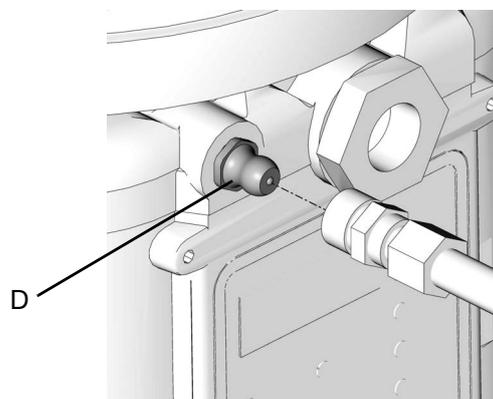

FIG. 12
- Limpie siempre el racor de entrada (D) (FIG. 12) con un paño limpio y seco antes de llenar el depósito. La suciedad y/o los residuos pueden dañar la bomba y/o el sistema de lubricación.